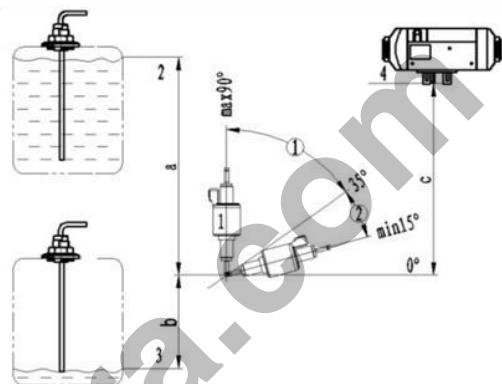

Рис. 15
Выпускное отверстие топливного насоса должно быть наклонено в верхнюю сторону. Угол наклона может быть выбран в пределах 15°—35° (как показано на рис.15). Если позволяют условия, топливопровод между топливным насосом и отопителем должен идти с постоянным подъемом вверх.
4.4.3 Перепад высот между уровнем топлива и топливным насосом, а также между топливным насосом и топливным входом отопителя может создать давление(подсос)в топливопроводе (См. рис.15). Таким образом, эти